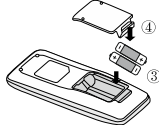

Рис. 2
1. Зніміть кришку в напрямку стрілки (див. Малюнок 1 ①).
2. Вийміть оригінальні батареї (див. Малюнок 1 ②).
3. Вставте дві 1,5V батареї типу AAA. Переконайтеся, що полюси + і - батарейок зорієнтовані правильно (див. Малюнок 2 ③).
4. Встановіть кришку батарейного відсіку (див. Рисунок 2 ④).